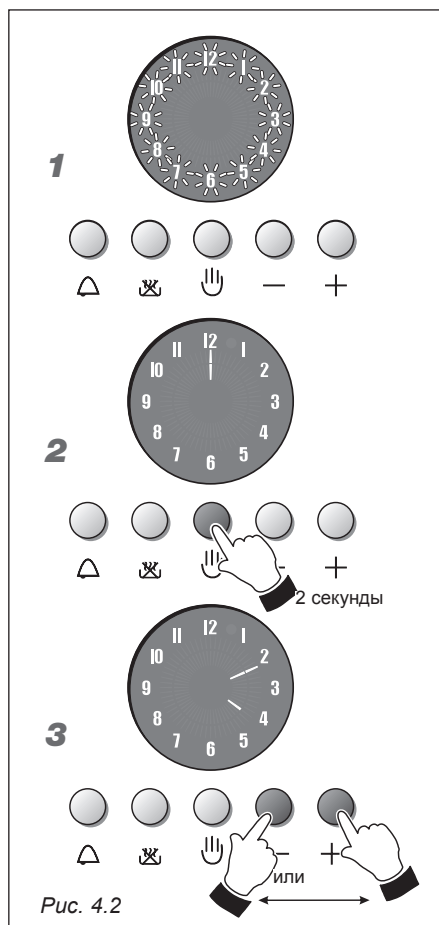

Рис. 4.2
ЧАСЫ (Рис. 4.2)
1. Рис. 4.2 – После подключения духового шкафа к сети или после прекращения подачи питания (сбоя в питании) числа на программаторе будут мигать.
3. Рис. 4.2 – В течение 7 секунд, воспользовавшись кнопкой  или  установить текущее значение времени (часы и минуты). Через семь секунд после последнего нажатия на экране появляется минутная стрелка.